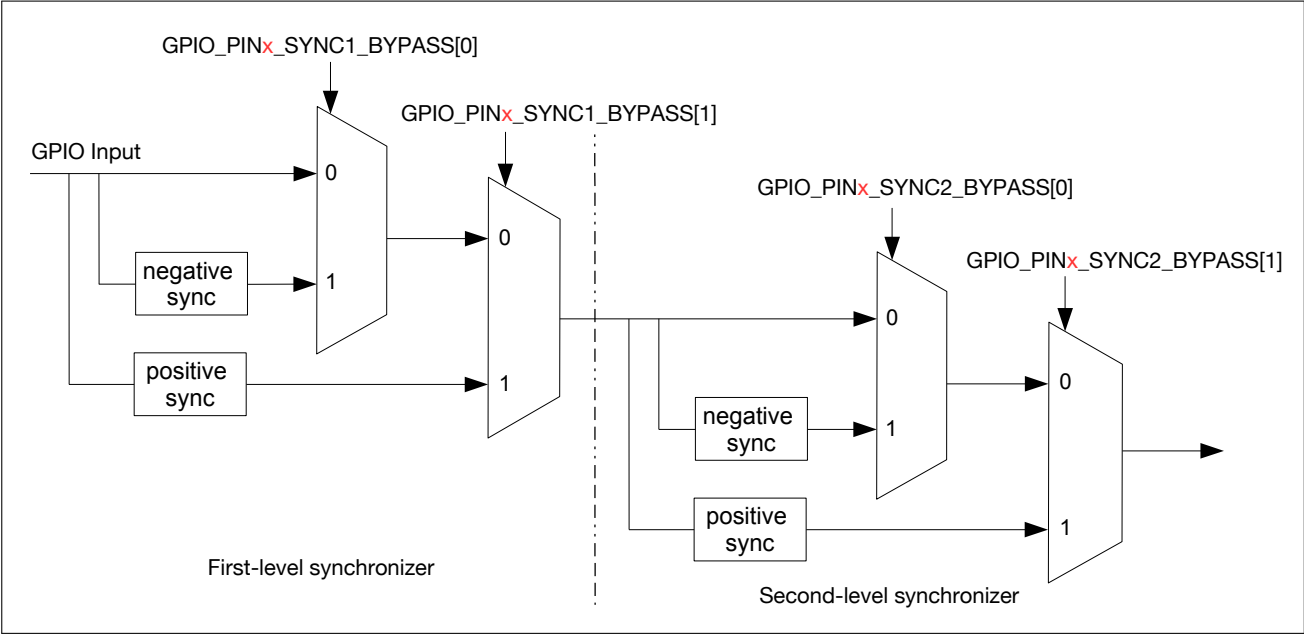

图 7-3. GPIO 输入经 IO MUX 运行时钟上升沿或下降沿同步
GPIO SYNC 模块的功能如图 7-3 所示。其中，negative sync 为 GPIO 输入经过 IO MUX 的运行时钟的下降沿同步，positive sync 为 GPIO 输入经过 IO MUX 的运行时钟上升沿同步。
- 如图 7-3 所示，配置 `GPIO_PIN $x$ _SYNC1_BYPASS` 使能输入信号在第一级同步中为上升沿或下降沿同步。
- 如图 7-3 所示，配置 `GPIO_PIN $x$ _SYNC2_BYPASS` 使能输入信号在第二级同步中为上升沿或下降沿同步。